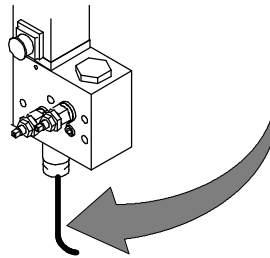

Fig. 26
a) La rottura del cavo d'acciaio (cod. 01001567, tav. 5-6-7) provoca l'immediata salita del braccio oltre il limite massimo (Fig. 26). **E' necessario spegnere immediatamente il motore per evitare che si bruci e sostituire il pezzo danneggiato.**